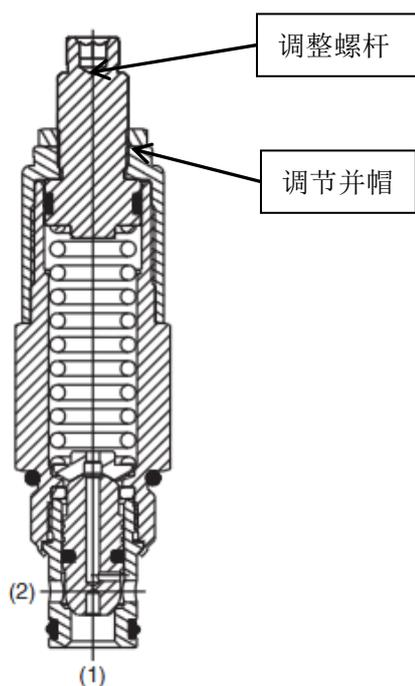

图 2.4-27
b) 用开口扳手逆时针松开溢流阀的调节并帽（参考图 2.4-27）